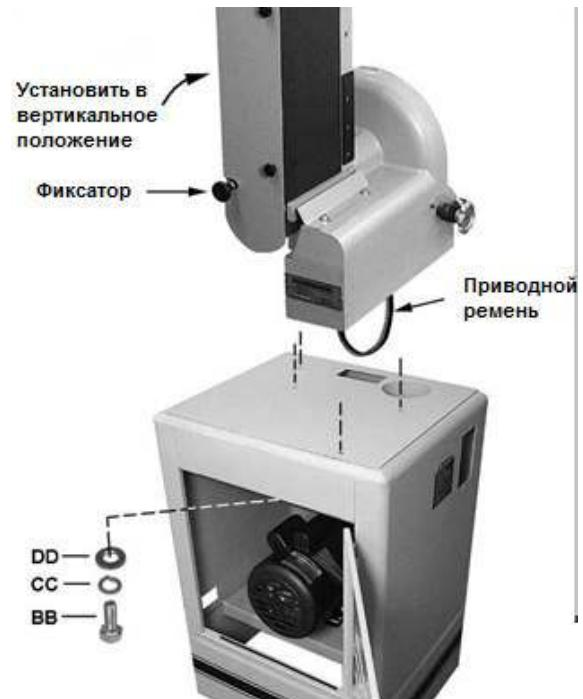

Рис. 5
См. Рис. 5:
- Поставка станка производится при горизонтальном положении ленточного механизма. Потяните фиксатор и установите механизм в вертикальное положение (см. Рис. 5). Вертикальное положение механизма позволит лучше отбалансировать станок при установке на основание. Верните фиксатор в прежнее положение и убедитесь, что ленточный механизм зафиксирован.
- Установите станок на основание строго, как показано на рис. 5. Также удостоверьтесь, что свободный конец приводного ремня под диском протянут через прямоугольное отверстие в основании.